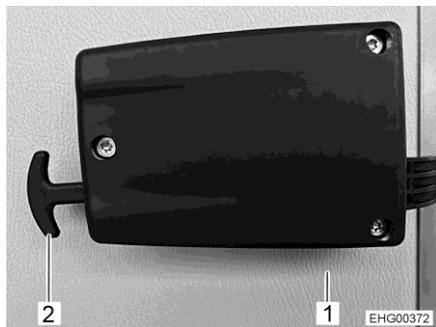

Fig. 61 Sbloccaggio di emergenza dello sportello del garage
- Tirare le due maniglie dello sbloccaggio di emergenza (Fig. 61,2).
- Spingere verso l'esterno lo sportello del garage (Fig. 61,1).